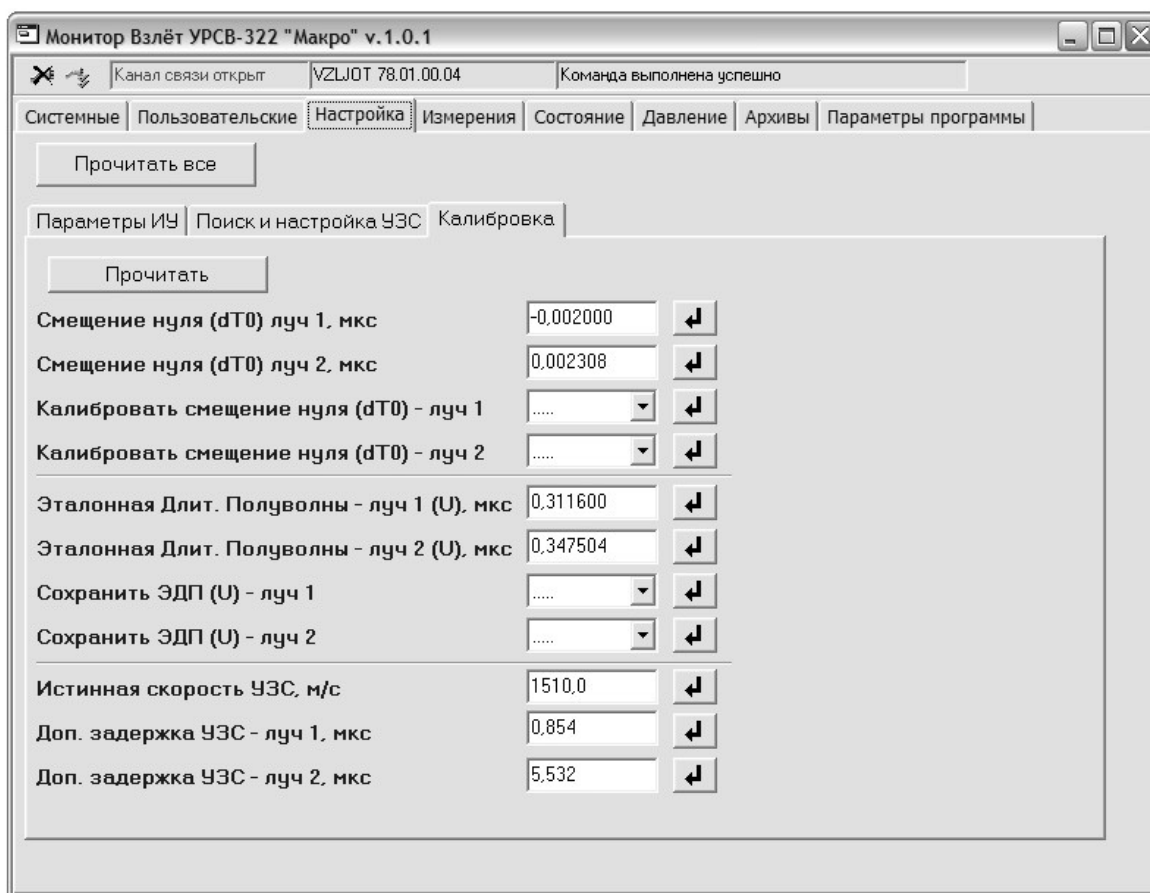

Рис.11. Окно вкладок «Настройка / Калибровка».
- 3.1.8. Щелкнуть мышкой по вкладке **Калибровка**. На дисплее ПК отобразится окно, показанное на рис.11.